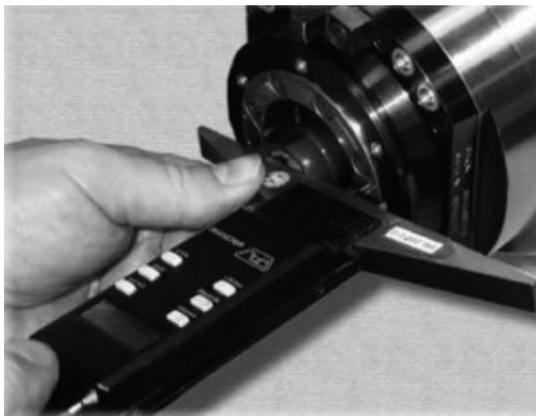

图 5 主轴夹头行程的检测
(1) 将主轴向外伸出以方便检测, 然后让主轴处于“松开”状态, 如图 5 所示。
(2) 将主轴端面用油石清洗干净, 将深度尺校准为 0。
(3) 用深度尺测量主轴端面到主轴夹紧套之间的距离, 测量值应符合允许值的要求。